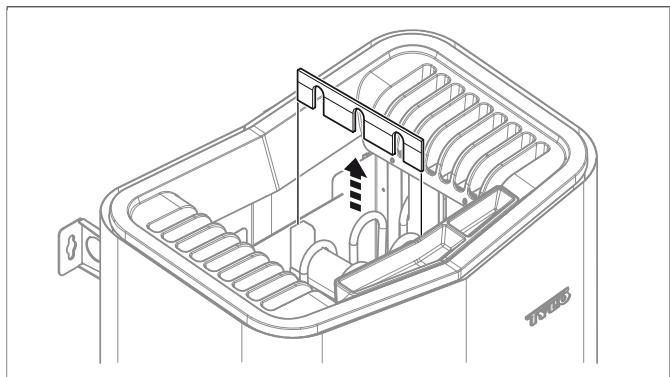

Рисунок 6: Снимите пластину, которая удерживает на месте нагревательный элемент
1. Открутите пластину, которая удерживает нагревательный элемент (см. *Рисунок 6*, страница 4).